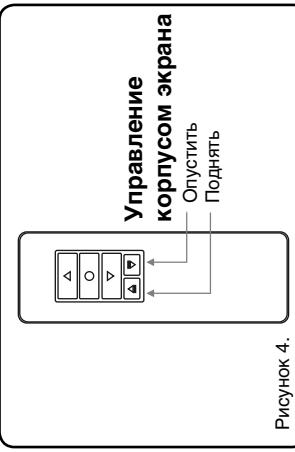

Рисунок 4.
- **Для регулировки крайнего верхнего положения** нажмите булавкой кнопку регулировки на обратной стороне пульта управления (рисунок 3). При этом включится светодиод. Далее нажмите однократно «Поднять» (рисунок 4) и далее с помощью кнопок «Поднять» и «Опустить» (рисунок 4) выставьте крайнее верхнее положение корпуса экрана. Для завершения операции нажмите булавкой кнопку регулировки.
- **Для регулировки крайнего нижнего положения** нажмите булавкой кнопку регулировки на обратной стороне пульта управления (рисунок 3). При этом включится светодиод. Далее нажмите однократно «Опустить» (рисунок 4) и далее с помощью кнопок «Поднять» и «Опустить» (рисунок 4) выставьте крайнее верхнее положение корпуса экрана. Для завершения операции нажмите булавкой кнопку регулировки.